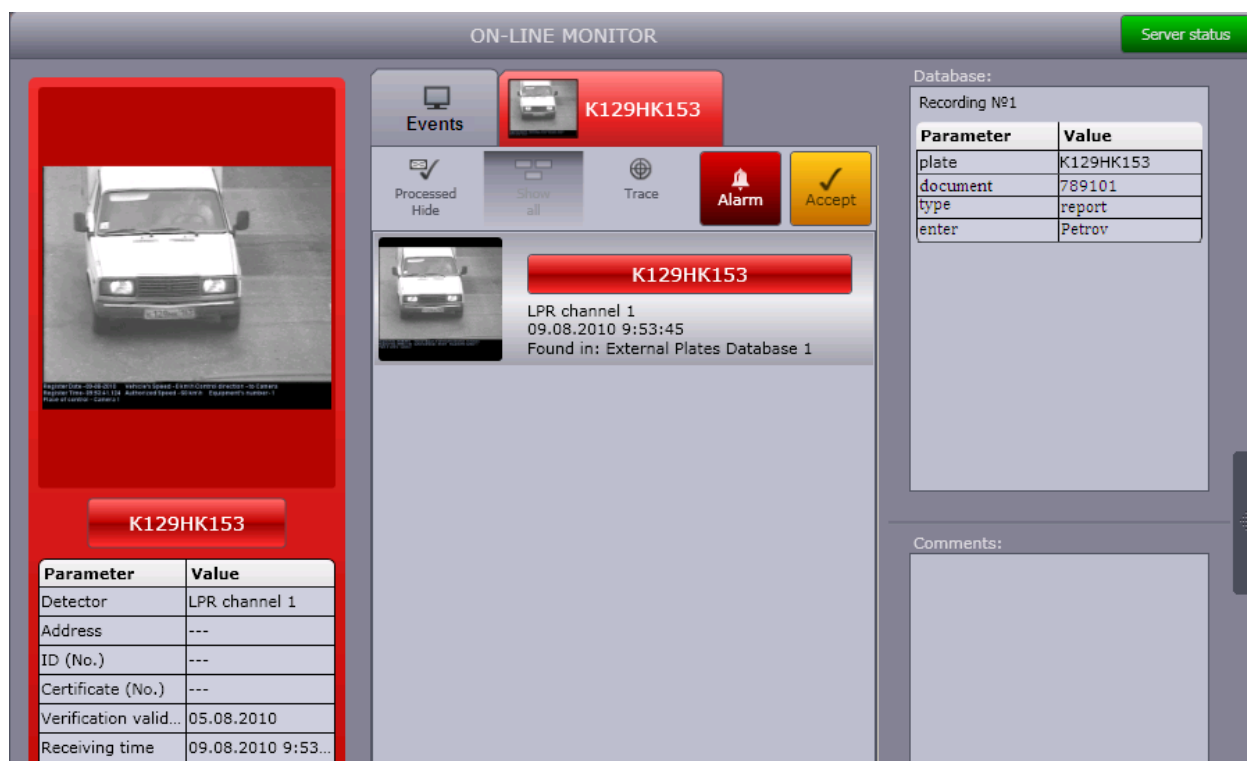

Fig. 7.6—14 Example of SQL-query search method results
7. To save the changes and close the « SQL-query settings» dialog window click «Ok» (Fig. 7.6—13).
8. Click «Apply» (Fig. 7.6—12, 5).